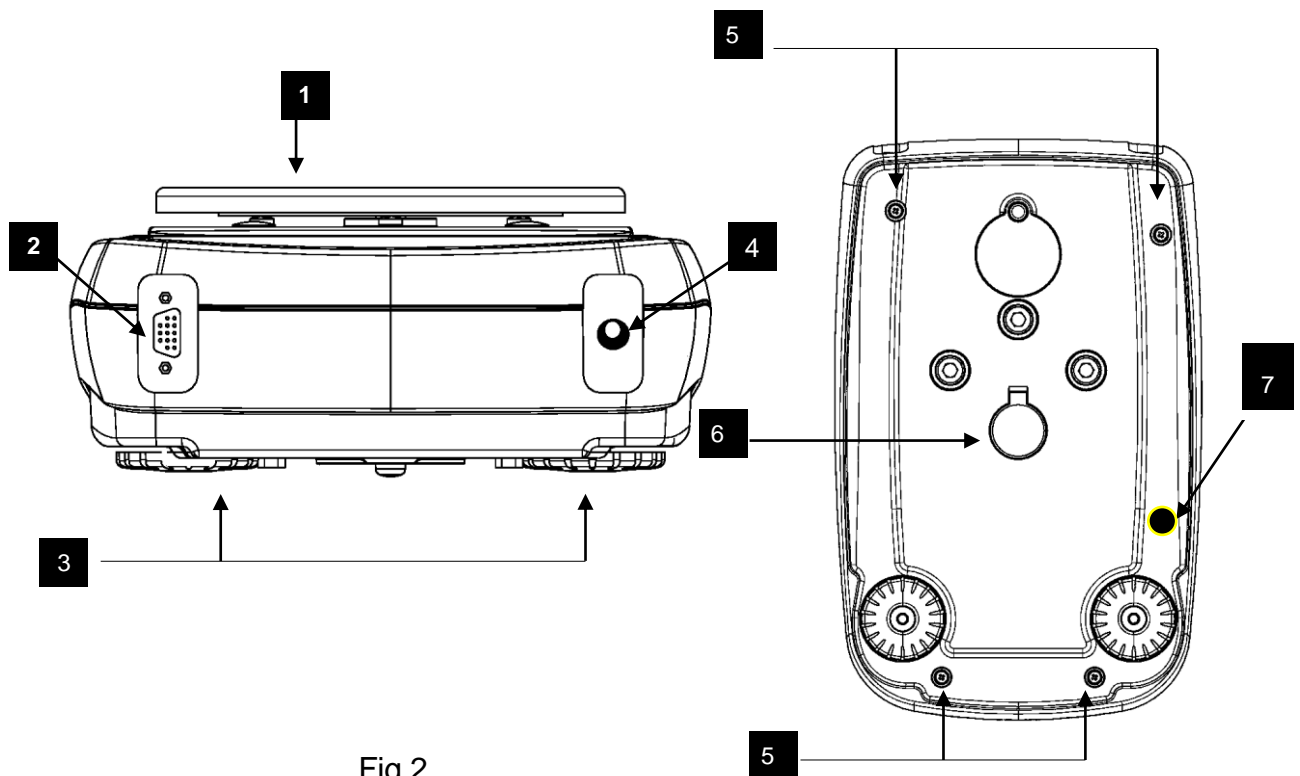

Fig.2
- **Conectar** o alimentador ao conector (fig.2 pag. 5) localizado na parte posterior